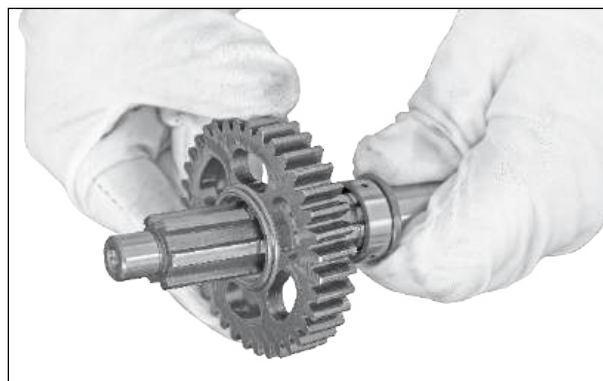

Fig. 3.150
- Remova a engrenagem movida da 1ª marcha do eixo de acionamento. (Fig. 3.150)